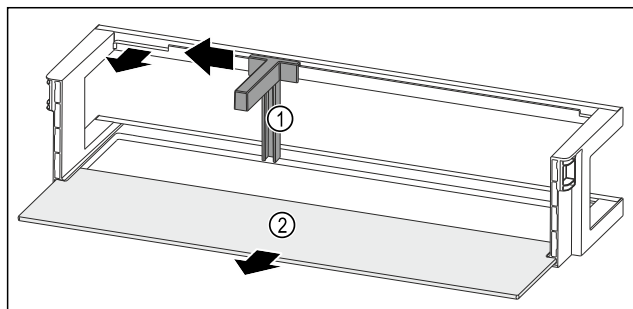

Fig. 49 Ajtópolc palacktartóval és tárolólappal
- ▶ A mélyedésig tolja oldalra a palacktartót Fig. 49 (1).
- ▶ Vegye ki a palacktartót Fig. 49 (1).
- ▶ Vegye ki a tárolólapot Fig. 49 (2).